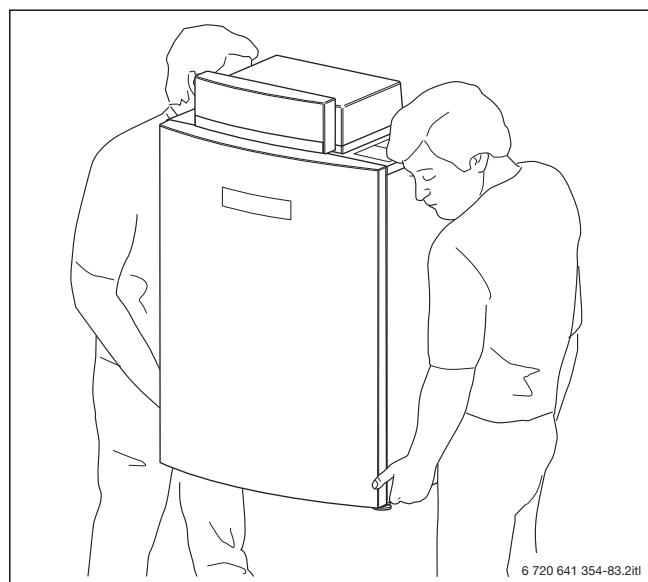

Bild 5 Heizkessel tragen
- Heizkessel nur an der unteren Kante der Verkleidung heben (→ Bild 5).